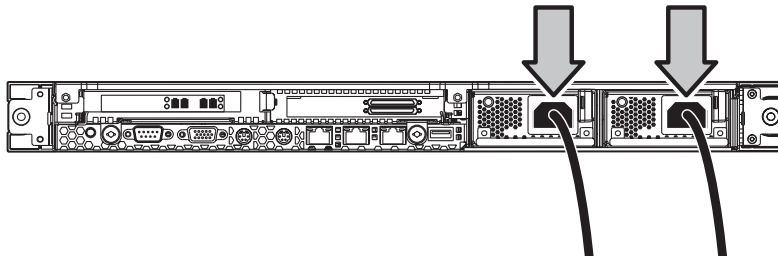

Abbildung 12 Verbinden der Netzteilanschlüsse am Knoten mit Netzstromquelle
4. Verbinden Sie die Netzteilanschlüsse des/der Knoten(s) mittels Netzkabel mit der Stromquelle (Abbildung 12).